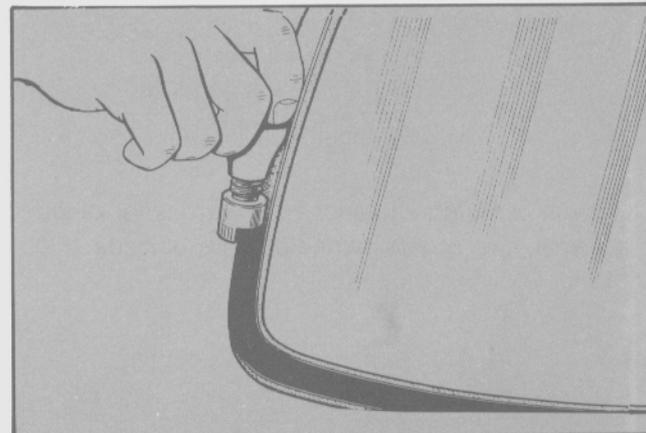

Fig. 14 - Aplicación del imprimador en el cristal.
- Aplicar el imprimador al borde del cristal (Fig. 14).